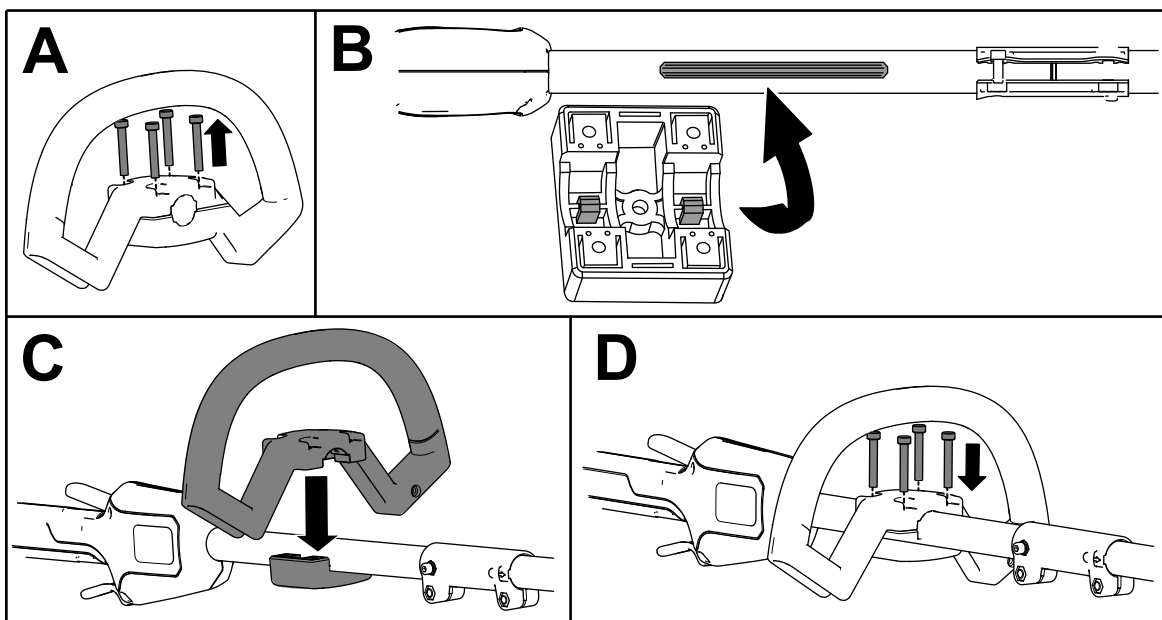

Figura 2
1. Separe la empuñadura auxiliar de la abrazadera retirando los 4 tornillos allen con la llave allen suministrada (Figura 2, A).
2. Alinee las guías de la placa de la empuñadura auxiliar con la guía de la cara inferior del eje de la desbrozadora (Figura 2, B).
3. Alinee la empuñadura auxiliar con la placa de la empuñadura auxiliar en el eje de la desbrozadora (Figura 2, C).
4. Sujete la empuñadura auxiliar a la placa de la empuñadura con los 4 tornillos allen que retiró anteriormente (Figura 2, D).
3. Sujete el protector a la base de la desbrozadora con los 2 tornillos allen, las 2 arandelas y los 2 espaciadores que retiró anteriormente (Figura 2, C).